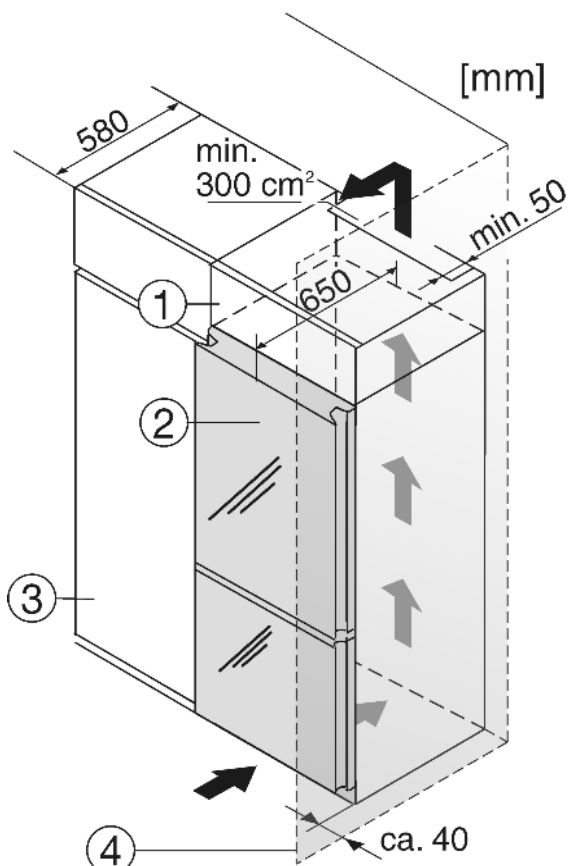

Fig. 17
- (1) Дополнительный шкафчик (3) Кухонный шкаф
(2) Устройство (4) Стенка
Устройство может быть окружено предметами кухонной обстановки. Чтобы уравнивать устройство Fig. 17 (2) по высоте с кухонной стенкой, можно установить над устройством соответствующий дополнительный шкафчик Fig. 17 (1).
При комбинировании с обычными кухонными шкафами (глубина макс. 580 мм) устройство можно установить непосредственно рядом с кухонным шкафом Fig. 17 (3). Дверь устройства выступает на 70 мм относительно передней стенки кухонного шкафа. Поэтому ее можно свободно открывать и закрывать.
Если устройство установлено на шарнирах у стены Fig. 17 (4), то расстояние между устройством и стеной должно быть не менее 40 мм.